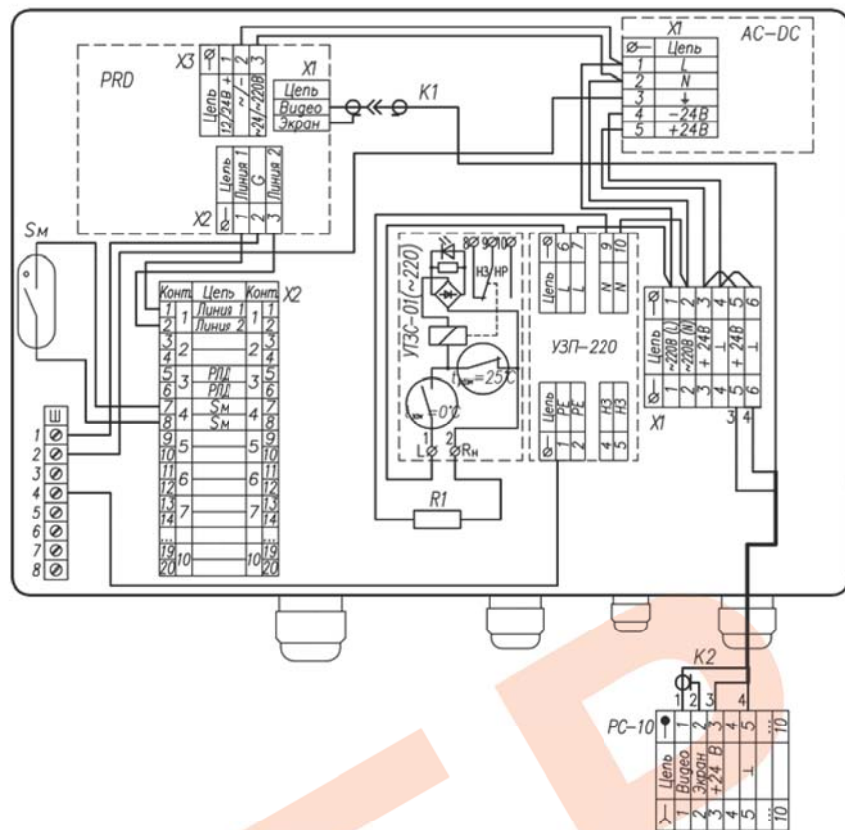
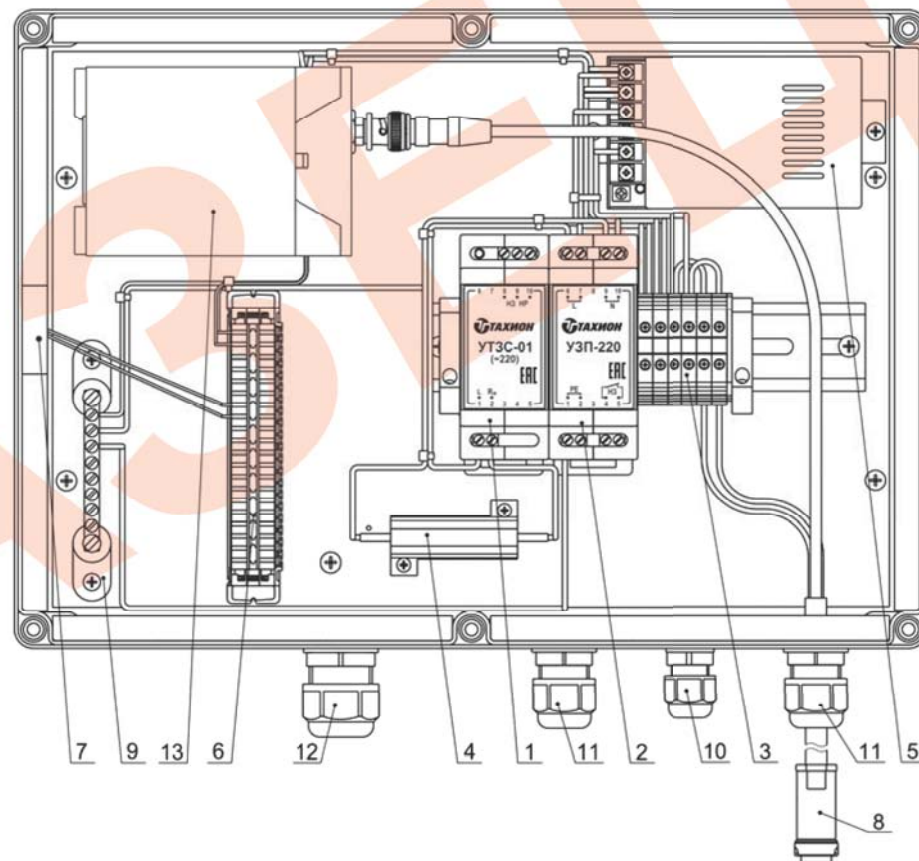

Рис.2 Схема электрическая принципиальная
Рис.1 Устройство КМГО-220 (крышка не показана)
В состав изделия входят (см. рис.1 и рис.2):
Подключение цепей изделия производится в соответствии со схемой электрической принципиальной (рис.2). Для подключения необходимо:
3. Подключить магнитоcontactный извещатель Sm (поз.7 рис.1) к внешнему устройству сигнализации через контакты 7 и 8 (4-я пара) планта X2.
4. Розетку PC-10 (поз.8 рис.1) подключить к вилке РСГ-10, установленной на гермобоксе телекамеры.